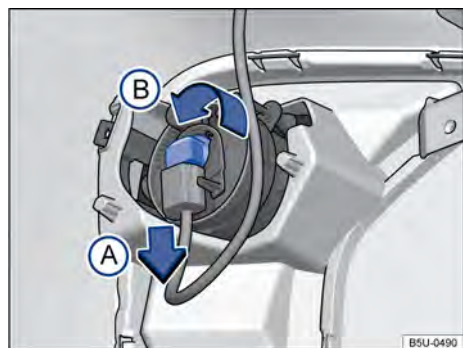

Fig. 137 Atrás do para-choque dianteiro: acesso à lâmpada incandescente do farol de neblina.
- 2 Desencaixar o conector de alimentação da lâmpada → Fig. 137 no sentido da seta [A], pressionar, ao mesmo tempo, a trava de fixação do conector.
- 3 Girar o soquete da lâmpada → Fig. 137, no sentido anti-horário da seta [B], e desencaixá-lo do alojamento.